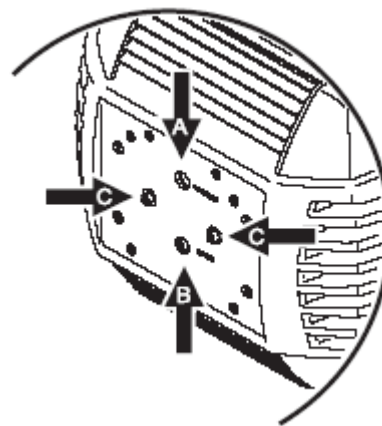

Рисунок 5: Винты юстировки лампы
- См. Рисунок 5. Отцентрируйте горячую точку по вертикали, поворачивая имеющийся посередине задней панели регулировочный винт (A). Отцентрируйте горячую точку по горизонтали, поворачивая регулировочные винты (C).
- При чрезмерной яркости горячей точки поверните нижний регулировочный винт (B) против часовой стрелки, стараясь получить равномерное распределение светового потока. Если по сравнению с центром свет ярче по краям светового пятна либо если яркость выходного светового потока низкая, поверните нижний регулировочный винт (B) по часовой стрелке, стараясь получить яркий и равномерно распределенный световой поток.